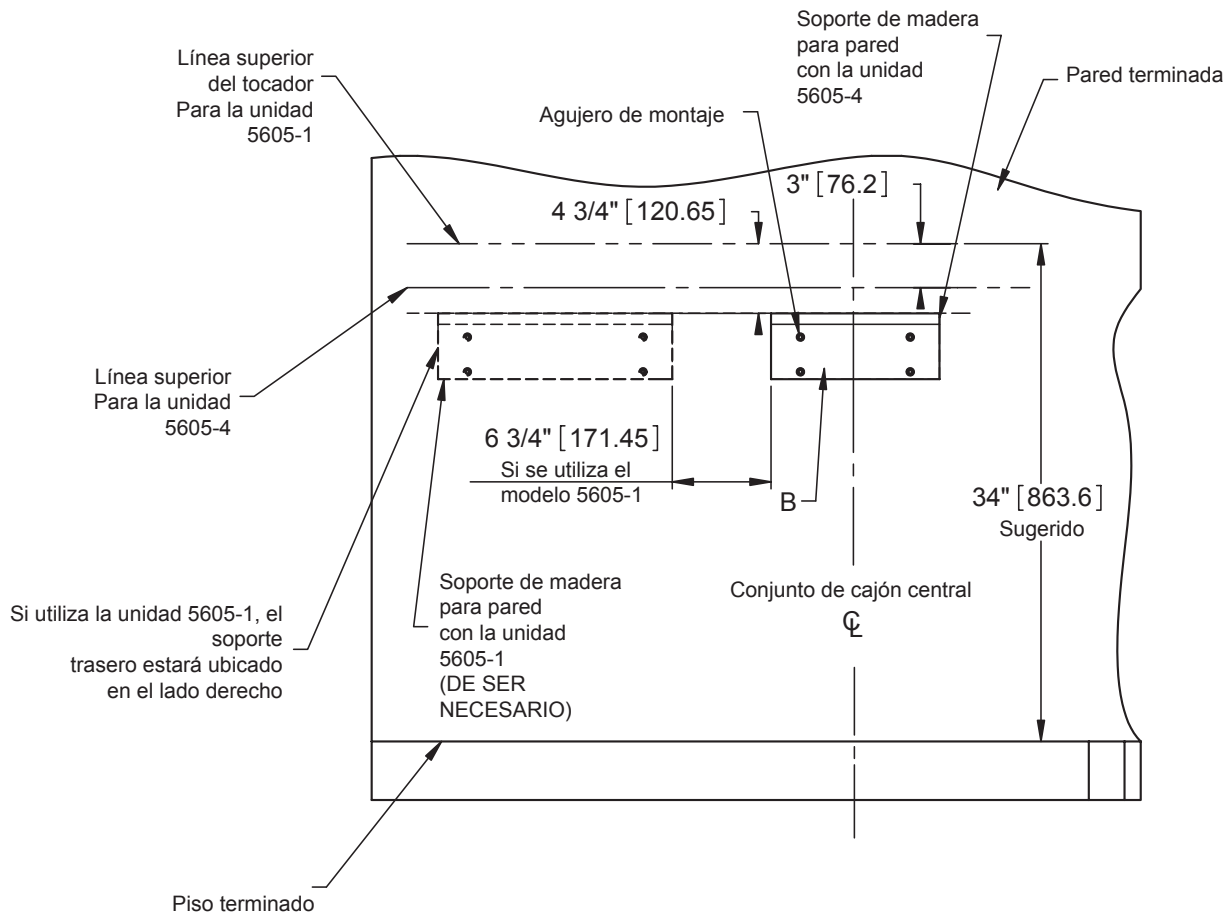

Figura 1
- Tome la medida del piso y utilice un nivel para dibujar una línea derecha para el **soporte de instalación para la pared (B)**.
- Sostenga temporalmente el **soporte de instalación para pared (B)** en la ubicación deseada y marque la ubicación de los agujeros para los **anclajes (C)**.
- Vea la **figura 1** para determinar todas las medidas de montaje.
- **SI UTILIZA LA UNIDAD 5605-1, CONSULTE LA FIGURA 1 PARA OBTENER LAS MEDIDAS PARA LA INSTALACIÓN DEL SOPORTE DE MADERA PARA PARED.**
- **LA FIGURA 1 FUE CREADA PARA PROPORCIONAR LA DISTANCIA ENTRE LOS SOPORTES TRASEROS PARA MOSTRAR POSIBLES COMBINACIONES. LA FIGURA NO MUESTRA TODAS LAS POSIBLES UBICACIONES PARA LA UNIDAD 5605-4.**